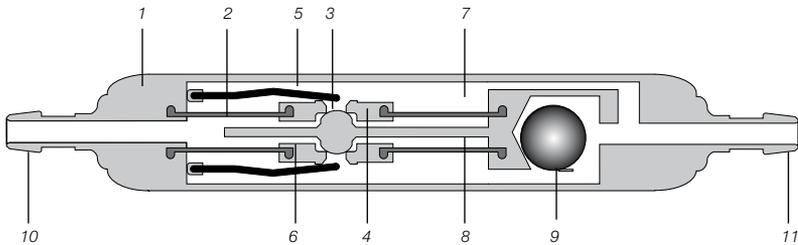

Fig. 1 : La DUALSWITCH-VENTIL en coupe
La Fig. 1 montre une coupe schématisée de la **DUALSWITCH VALVE**. Elle est composée d'un boîtier robuste en titane (1), dans lequel sont intégrées deux plaquettes en titane (3) à travers deux membranes en silicone (2). Deux ressorts en étrier (5), (6) de puissance différente agissent sur ces plaquettes, et déterminent la pression d'ouverture par leur force de précontrainte. Par ces ressorts, les plaquettes de pression sont pressées contre une bille (4) intégrée dans le boîtier, ce qui entraîne l'obturation de la perforation dans les plaquettes et donc de la valve.